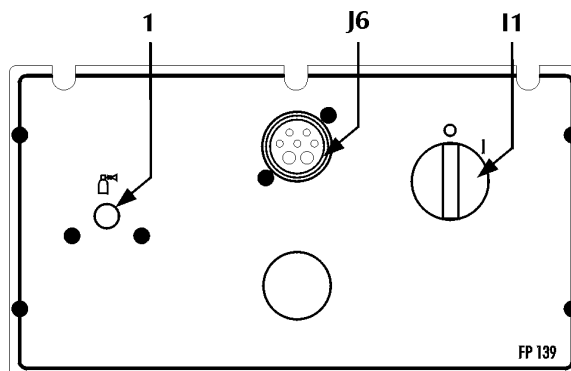

Fig.4
2.2 Pannello comandi posteriore (Fig. 4)